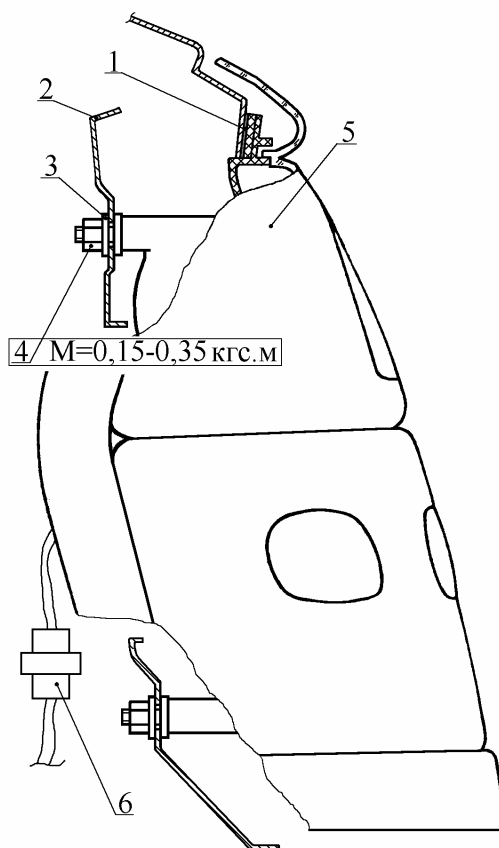

Рис. 40. Задний фонарь:
10.1.2. Отсоединить колодку 6 (рис.40) жгута проводов от фонаря 5 заднего левого.